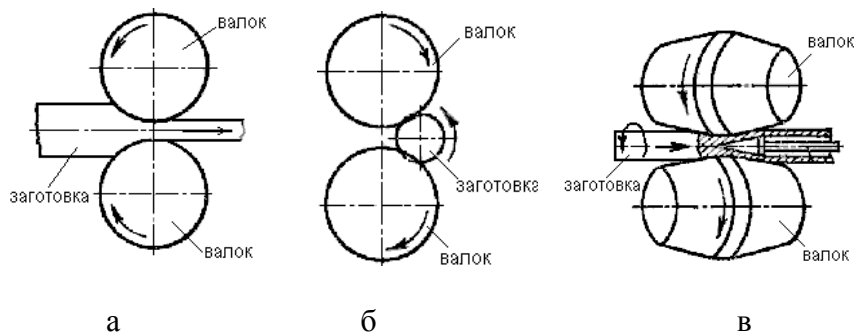

Рис. 3.3. Схемы прокатки: а – продольная; б – поперечная; в – поперечно-винтовая
**Существуют три схемы прокатки** (рис. 3.3).
1. *Продольная прокатка* – заготовка движется поступательно, перпендикулярно осям валков, валки вращаются в разные стороны (рис. 3.3,а).
2. *Поперечная прокатка* – оси валков и заготовки параллельны, валки вращаются в одну сторону, а заготовка – в противоположную (рис. 3.3,б).
3. *Поперечно-винтовая прокатка* – валки вращаются в одну сторону, заготовка одновременно вращается в противоположном направлении и движется поступательно между валками (рис. 3.3,в).